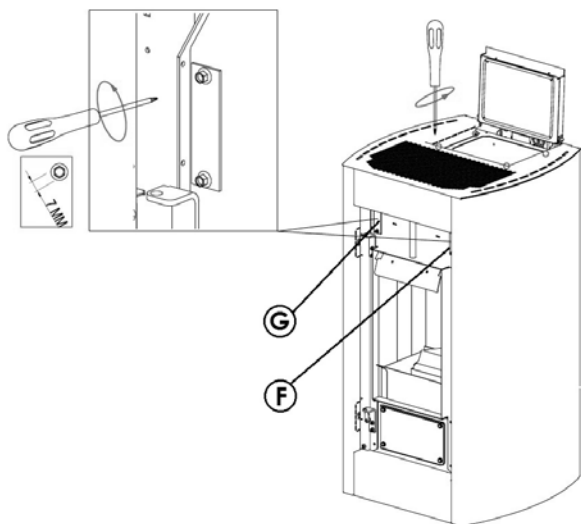

Fig. 86 - Rimozione piastre
- A stufa fredda aprire la porta, togliere la piastra "F" rimuovendo le due viti (vedi **Fig. 86**).